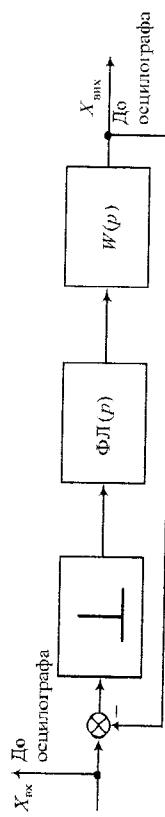
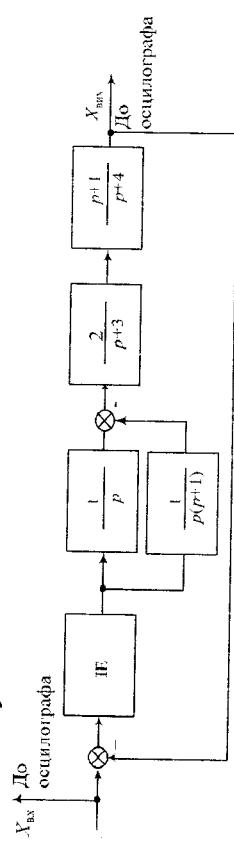

Рис. 20
Рис. 21
- Навести схеми, зображені на рис. 21 – 23 до вигляду, наведеному на рис. 20.